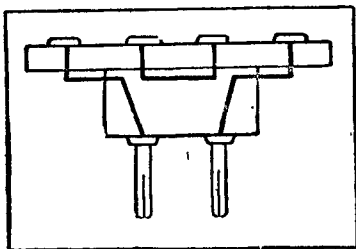

Рис. 4
Для осуществления схемы волномера с телефоном и детектором кроме всего вышеописанного производятся еще следующие действия. Движок реохорда сдвигается доотказа в крайнее правое положение, переключатель (3) ставится в среднее положение, а в гнезда (11) включается переходная колодка, схема которой изображена на рис. 4, затем в эту колодку вставляются детектор и телефон.